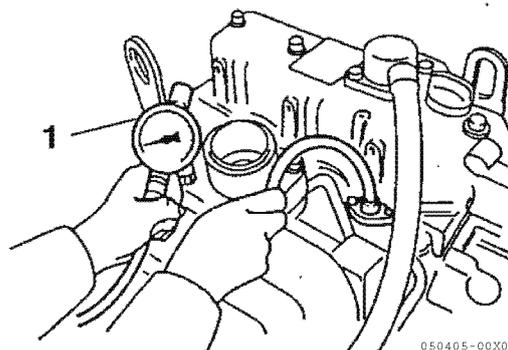

Figure 15-2
13. Lancez le moteur jusqu'à ce que la valeur indiquée par le compressiomètre soit stabilisée, puis mesurez la pression de compression. (**Figure 15-2**)